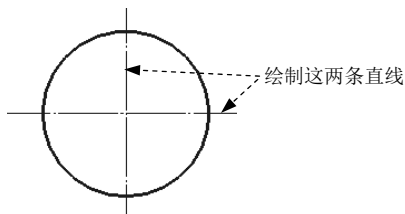

图 5.3.5 绘制直线
Step5. 绘制草图(二)。选择下拉菜单 **工具(T)** → **草图绘制实体(E)** → **直线(L)** 命令，绘制图 5.3.5 所示的两条直线。